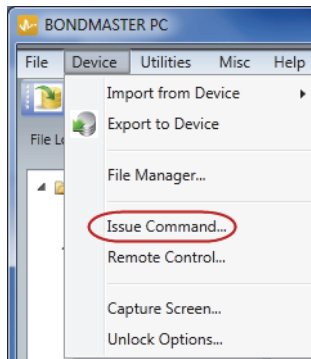
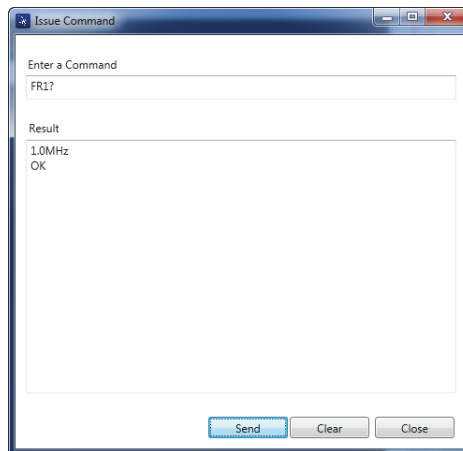

Figura 7-12 Menu Device — Issue Command
Figura 7-13 Caixa de diálogo Issue Command
1. No menu **Device**, selecione **Issue Command** (veja Figura 7-12 na página 191). A caixa de diálogo **Issue Command** abre (Figura 7-13 na página 191).
2. Na caixa de diálogo **Issue Command**, insira um comando (veja Figura 7-13 na página 191).
- Na caixa de diálogo **Issue Command**, clique em **Send** (veja Figura 7-13 na página 191).